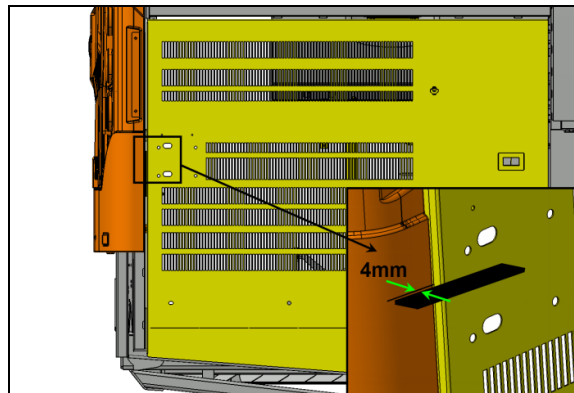

FIGURE 127:
15. Utiliser la goupille d'alignement/verrouillage pour ajuster le niveau de la surface de la porte avec le panneau d'acier adjacent. Visser ou dévisser la goupille au besoin et serrer ensuite le contre-écrou (Figure 127:).